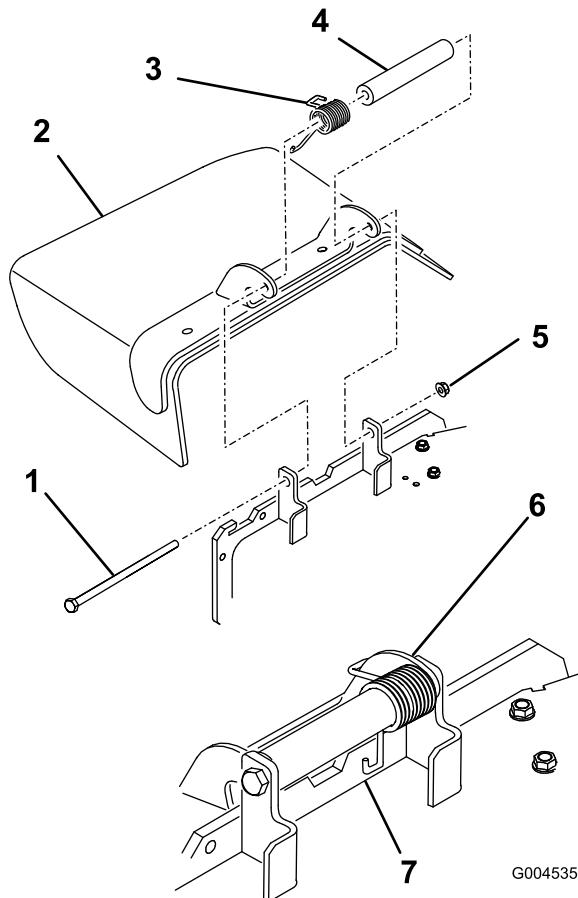

Figura 61
- Retire la contratuerca, el perno, el muelle y el espaciador que sujetan el deflector a los soportes de pivote (Figura 61). Retire el deflector de hierba dañado o desgastado.
Nota: Asegúrese de colocar el extremo en del muelle detrás del reborde de la plataforma antes de instalar el perno, según muestra Figura 61.
3. Instale el perno y la tuerca Coloque el extremo del muelle alrededor del deflector de hierba (Figura 61).